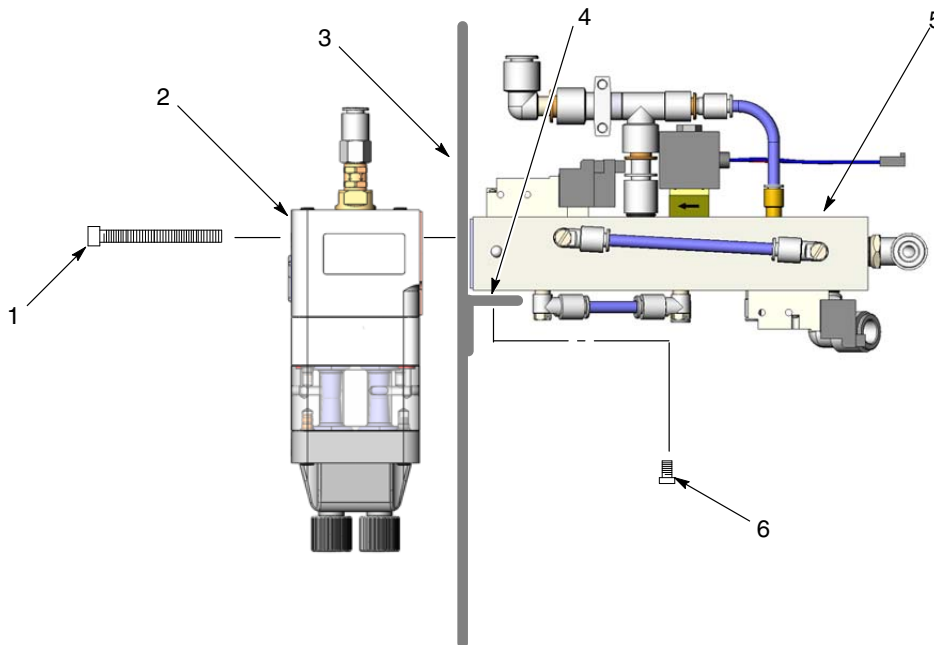

Figura 20 Instalación de la bomba y del distribuidor
1. Ver la figura 20. Asegurarse de que las juntas obturadoras en la bomba (2) y en el distribuidor (5) no estén dañadas. Si las juntas obturadoras están dañadas, sustituir las.
2. Ajustar el distribuidor en el soporte de montaje correspondiente (4) contra la pared del panel de bomba (3). Fijar el distribuidor con los tornillos de montaje (6), pero sin apretar los tornillos.
3. Fijar la bomba al panel y al distribuidor utilizando los tornillos de montaje de la bomba (1). Apretar bien los tornillos de montaje de la bomba.